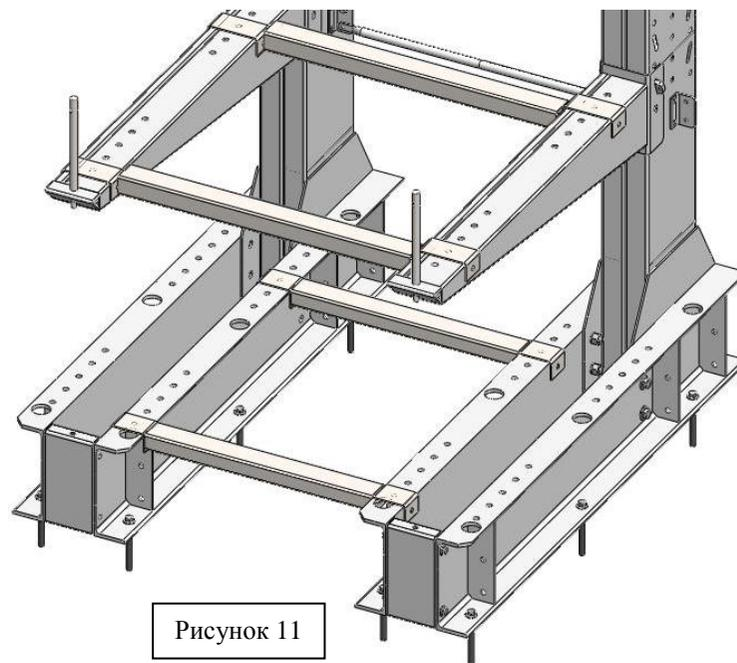

Рисунок 11
10. Основание стеллажа поз. 5 или 6 (таблица 1) закрепить к полу анкерными болтами (входящими в комплект) в специальные отверстия на основании стеллажа (рисунок 11).